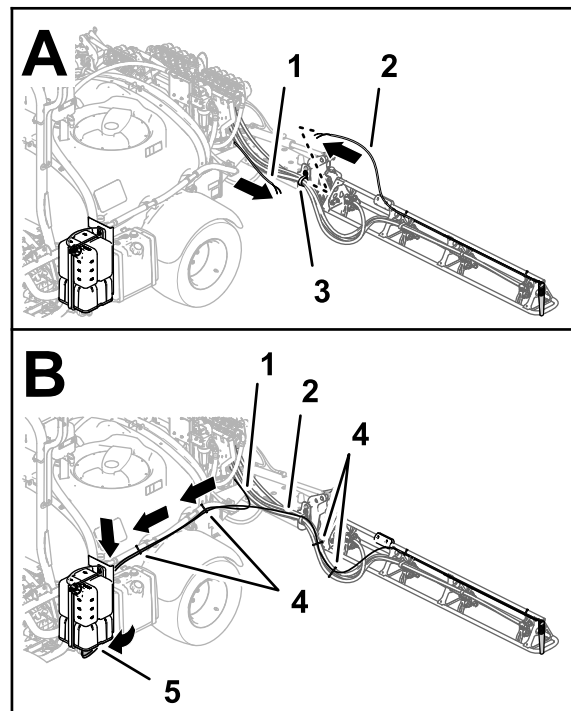

図 139
1. 左右のブーム用の泡ノズル用チューブを、車両中心に向かって配設し、各ブームの支点近くにある R クランプに通す 図 139。
2. 散布液剤タンクの左側に沿ってチューブを前方に延ばす 図 139。
3. ケーブルタイを使って、左右のブーム用のフォームマーカのノズルをスプレーヤの液剤ホースに 図 139 のように固定する。
4. ケーブルタイ2本を使って、左右のフォームマーカのノズルを攪拌用のチューブに 図 139 のように固定する。
9. ケーブルタイ2本を使って、フォームマーカのチューブを液剤ホースに固定する 図 139。